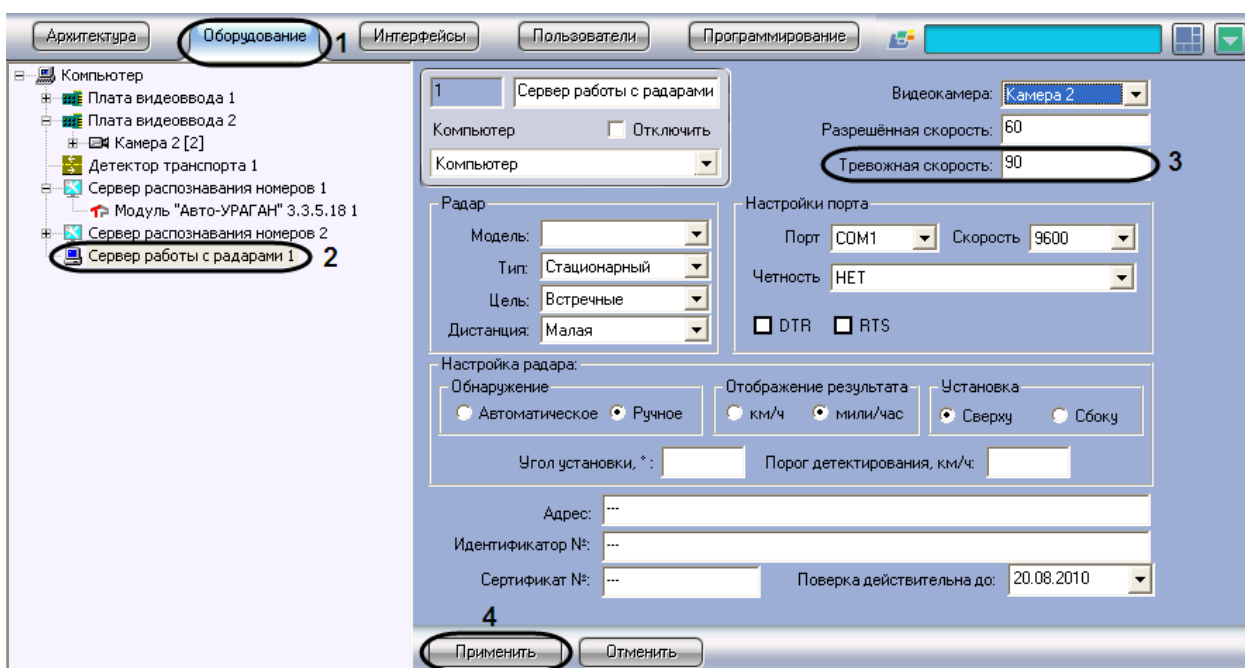

Рис. 7.3-3. Указание допустимой скорости движения транспортных средств
1. В диалоговом окне «Настройка системы» перейти на вкладку «Оборудование» (см. Рис. 7.3-3, 1).
2. В дереве объектов на вкладке «Оборудование» выбрать объект «Сервер работы с радаром», соответствующий настраиваемому программному модулю «Радар» (см. Рис. 7.3-3, 2). В правой части вкладки «Оборудование» отобразится панель настройки выбранного объекта.
3. В поле «Тревожная скорость» ввести максимально допустимую скорость движения транспортных средств (см. Рис. 7.3-3, 3). Параметр выражается в км/ч.
4. Нажать кнопку «Применить» (см. Рис. 7.3-3, 4).